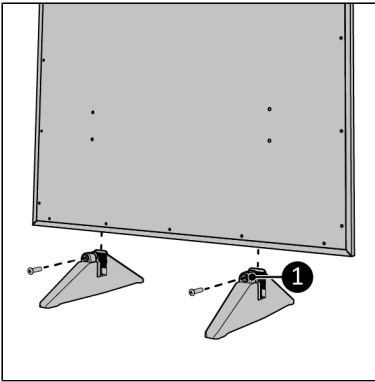

Abbildung 63.
2. Schrauben Sie die Sockel fest (Abbildung 63, os. 1).